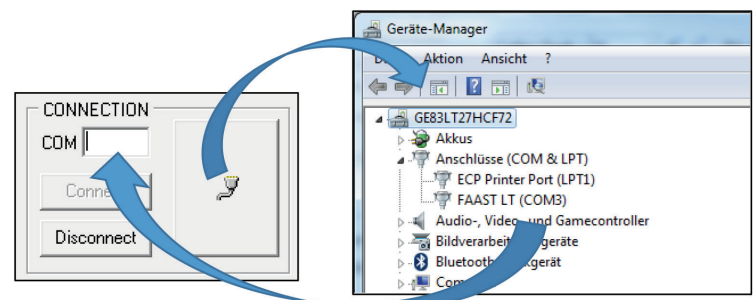

Abbildung 1.
- Suchen Sie in „Anschlüsse“ nach der Schnittstelle „COM“ des FAAST LT (hier: COM3). wie im Screenshot-Beispiel unten in Abbildung 1 gezeigt.